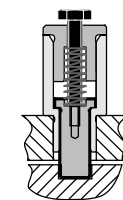

Fig. 4
1. Вкручивайте винт (→ таблица Fig. 5) в резьбу отверстия **2** блокировки в конечных положениях, пока болт не заблокирует шток (→ Fig. 4).